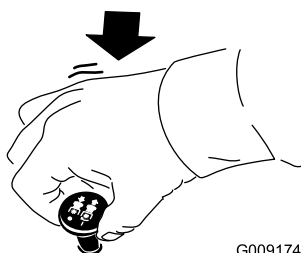

Figure 27
1. Désengagez les lames en plaçant la commande des lames en position DÉSENGAGÉE (Figure 27).